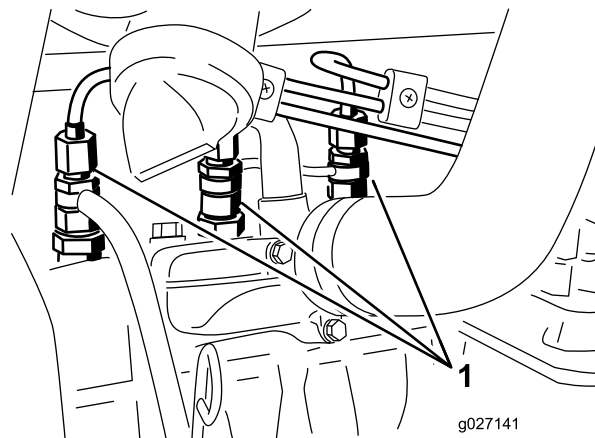

Figura 60
1. Liberte a tubagem que se encontra ligada ao injetor nº 1 e à estrutura de suporte da bomba de injeção (Figura 60).